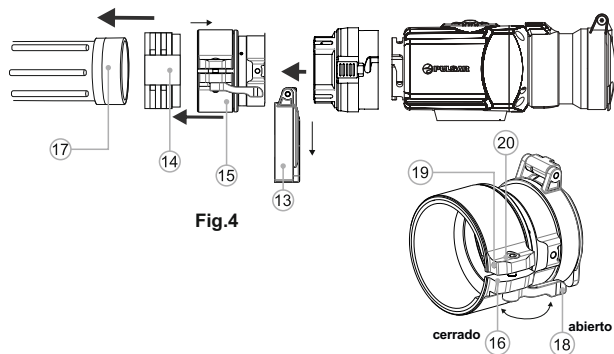

Fig.4
- Saque la tapa (13) del adaptador girándola en el sentido inverso a las agujas del reloj.
- Instale el casquillo (14) en el adaptador (15) hasta el final (ver. Fig.4). **Importante! El casquillo debe instalarse con la parte angosta hacia adelante (ver el esquema).**
- Instale por completo el adaptador con el casquillo sobre el objetivo (17) del visor diurno (ver. Fig.4).
- Cambie la palanca (18) de la posición inicial “ABIERTO” a la posición “CERRADO” (ver. Fig.4).